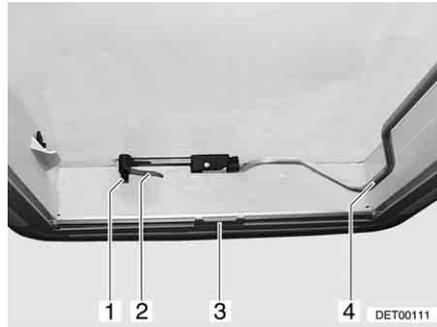
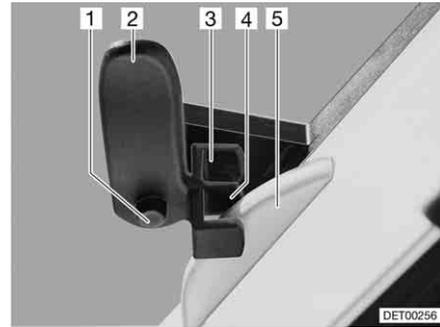

Bild 67 Heki-Dachhaube, geschlossen
Bild 68 Heki-Dachhaube in Lüftungsstellung 1
- Sicherungsknopf (Bild 67,1) drücken und Verriegelungshebel (Bild 67,2) eine viertel Umdrehung nach innen drehen.
- Bügel (Bild 67,4) nach unten aus der Arretierung ziehen.
- Verriegelungshebel (Bild 67,2 und Bild 68,2) eine viertel Umdrehung drehen. Die Nase der Dachverriegelung (Bild 68,5) muss dabei in die obere Verriegelungsgabel (Bild 68,3) eingreifen.
- Sicherungsknopf (Bild 68,1) drücken und Verriegelungshebel (Bild 68,2) zurückdrehen. Die Nase der Dachverriegelung (Bild 68,5) muss dabei in die untere Verriegelungsgabel (Bild 68,4) eingreifen.